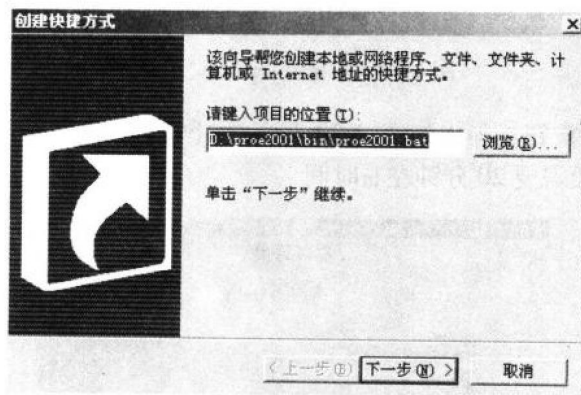

图 1-23 找到软件运行命令
- (26) 找到软件的运行命令，即在 D 盘的 proe2001\bin 目录下的 proe2001.bat 文件，如图 1-23 所示。